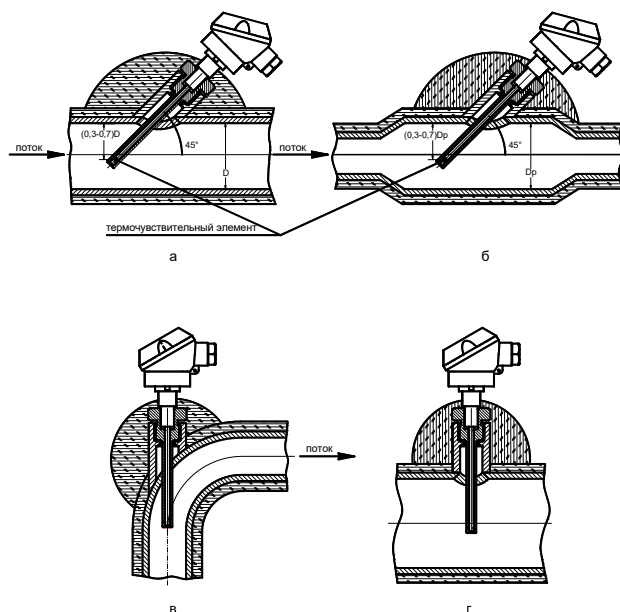

Рисунок 6.8 Рекомендуемые варианты установки термopреобразователей на трубопроводе
6.5.3 Если диаметр чувствительного преобразователя ТС превышает $0,13D$, то допускается при установке ТС применять расширитель (рисунок 6.8 б), где D_p – внутренний диаметр расширителя.